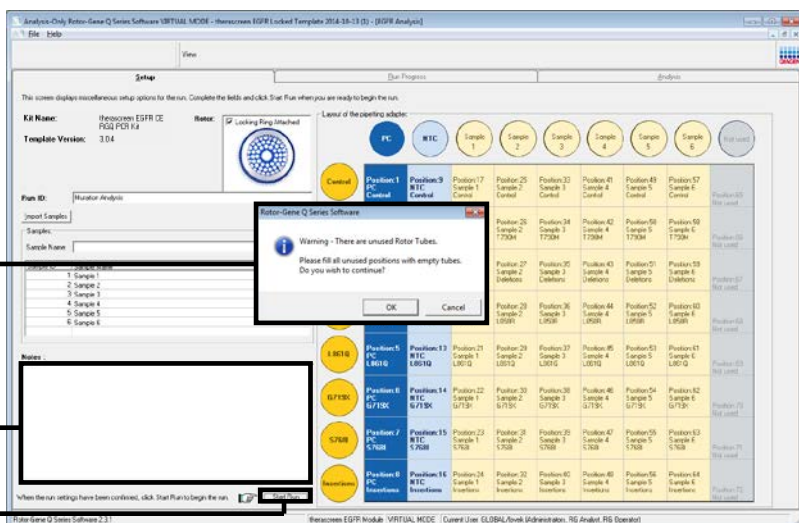

Figura 14. Campo de diálogo “Notes” (Notas) (1), botão “Start Run” (Iniciar execução) (2) e “Warning” (Advertência) das posições não usadas do rotor (3).
16. Quando todos os nomes de amostras tiverem sido inseridos, verifique se eles estão corretos. Caso seja necessário, adicione informações adicionais no campo de diálogo “Notes” (Notas) e, em seguida, clique em “Start Run” (Iniciar execução) (Figura 14).
Nota: se alguma posição do rotor não for usada, será exibida uma “Warning” (Advertência) (Figura 14), para lembrar ao usuário que todas as posições não utilizadas do rotor devem ser ocupadas por tubos vazios tampados. Certifique-se de que todas as posições não usadas do rotor estão ocupadas com tubos vazios tampados, e clique em “OK” para continuar.